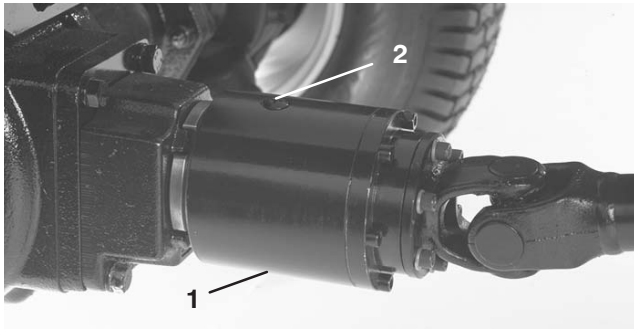

Figure 64
3. Tournez l'embrayage pour placer le bouchon de contrôle en bas (Fig. 64).